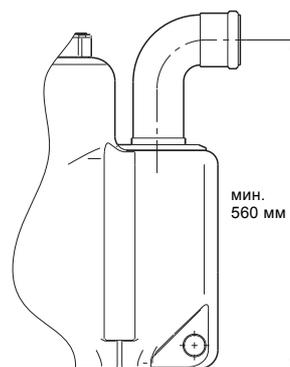

Рис. 8 Минимальная высота всасывания для MLD
**Минимальная высота всасывания для MLD 560 мм, см. рис. 8.**